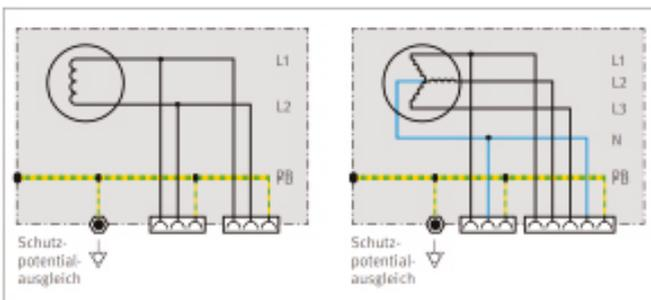

Abb. 3 Stromerzeuger 1- und 3-phasig ohne Erdungsanschluss mit Anschluss für Schutzpotentialausgleich (PE)
1. Stromerzeuger ohne Erdungsanschluss (Abb.3) Der Schutzpotentialausgleich ist im Stromerzeuger nicht mit einem aktiven Leiter/ Sternpunkt verbunden.